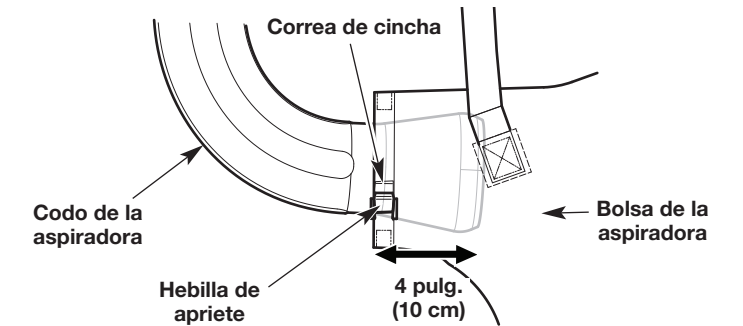

Fig. 9
5. Inserte el extremo ancho del tubo acodado de la aspiradora aproximadamente 4 pulg. (10 cm) dentro de la bolsa de la aspiradora (Fig. 9).
6. Tire de la correa de apriete para ajustar la bolsa de la aspiradora alrededor del tubo acodado de la aspiradora (Fig. 9).